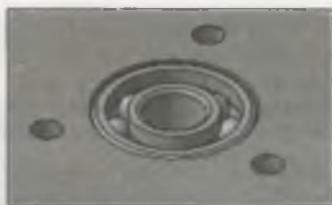

Рис. 30.27. Правильно установленный подшипник в плате
- нажмите кнопку **Создать объект** на панели **Параметры** — система вставила стандартное изделие, на экране появится диалоговое окно **Объект спецификации**. Если нажмете кнопку **ОК**, то система вставит подшипник в создаваемую спецификацию. В данном случае нажмите кнопку **Отмена**. В графической области в модель Плата 4 вставлена модель подшипника (рис. 30.27), а в **Дереве** модели появился новый элемент **Подшипник 1000096 ГОСТ 8338–75**. Далее система готова к вставке нового подшипника. Вставьте подшипник в другое отверстие;